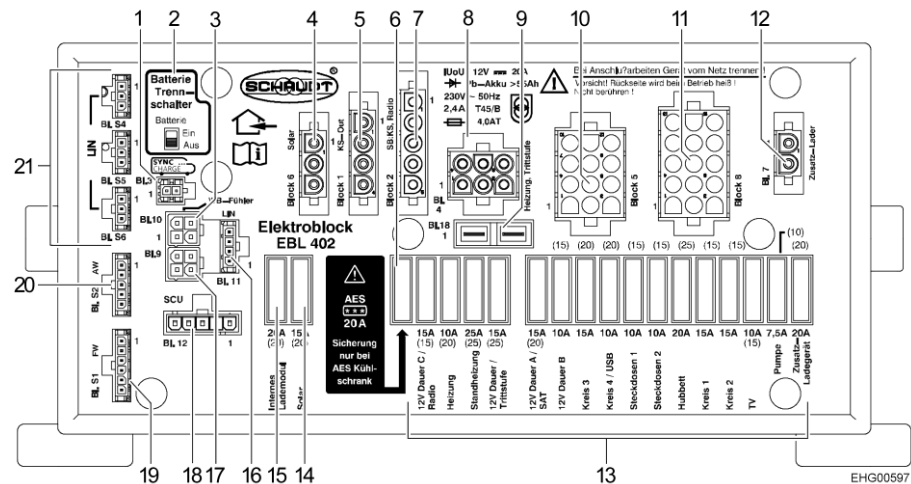

Fig. 145 Bloque eléctrico (EBL 402)
- Desplazar el separador de batería (Fig. 145,2) en el bloque eléctrico EBL 402 a la posición "Aus" (Off).
- Desplazar el separador de batería (Fig. 145,2) en el bloque eléctrico EBL 402 a la posición "Ein" (On).